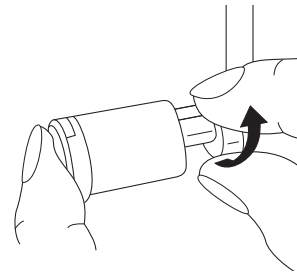

Abb.100
2. Stellen Sie das Obermesser 18 in Ruhestellung (Abb. 100).